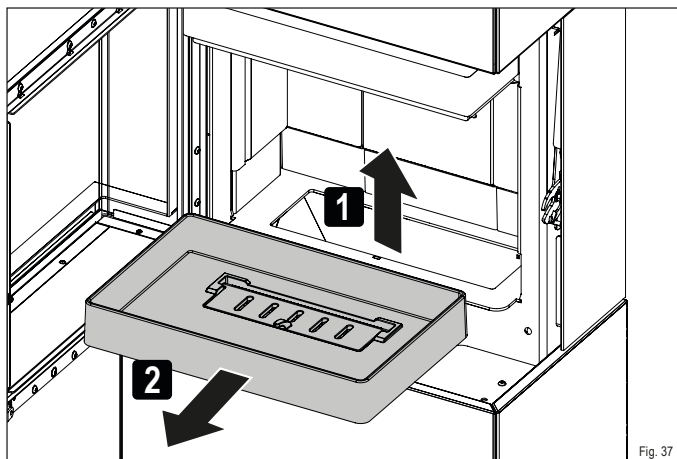

Fig. 37
- ▶ Démontez la sole foyer (Fig. 37)